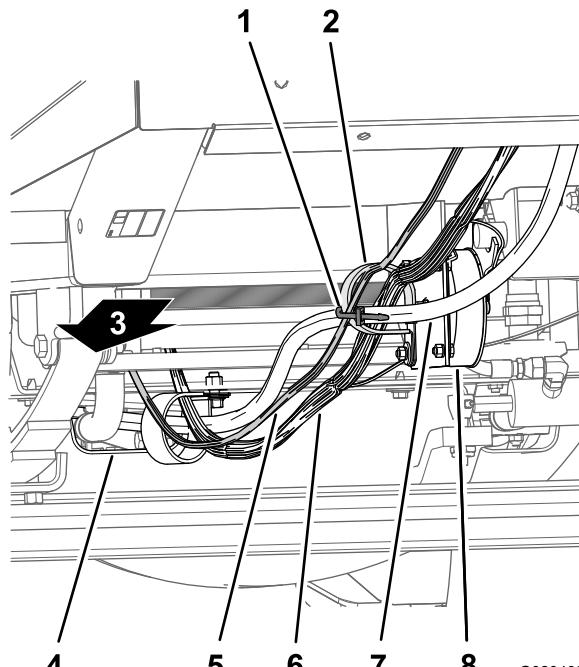
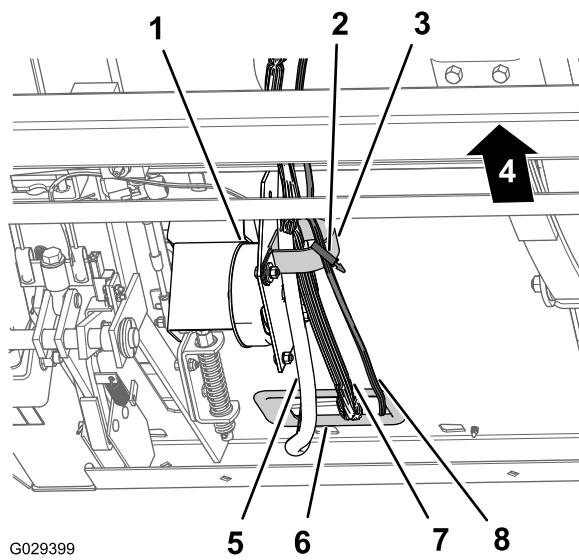

Figure 12
Figure 13
2. Passez la branche tableau de bord de 240 cm du faisceau de câblage dans le collier en R au niveau de la bobine de commande de vitesse de déplacement (Figure 12 et Figure 13).